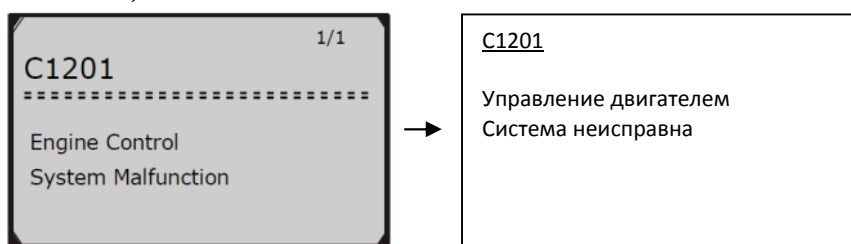

Рис. 4.2
3) Просмотреть выбранные данные на экране прибора (рис. 4.2).